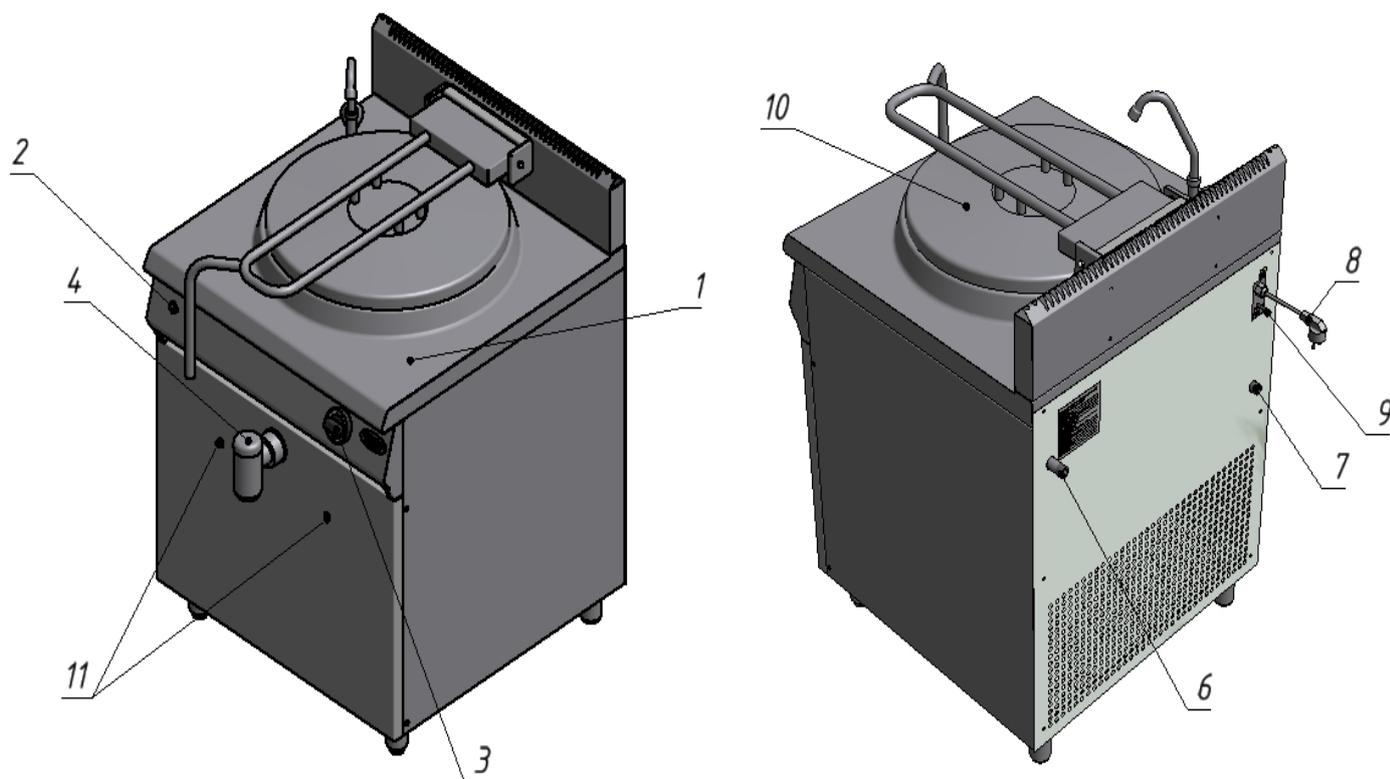

Рис. 1
5.1. Основные части изделия указаны на рис.1 и перечислены в таблице 1.
- 8.2. Нажать кнопку электророзжига и держа в таком положении, нажать и повернуть влево ручку газового крана на максимальное горение. После возгорания горелки удерживать нажатой ручку не менее 20 сек для срабатывания термопары контроля горения. Контроль за розжигом горелки осуществляется через отв.11 рис.1 .